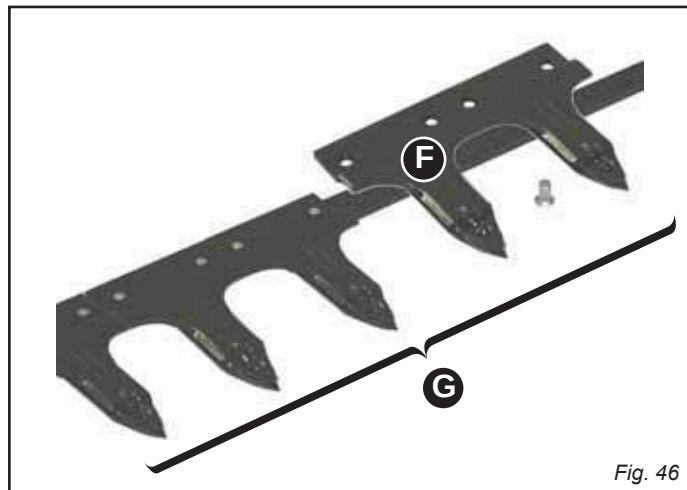

Fig. 46
ÎNLOCUIREA AXULUI PORTA-DINȚI (NITUIT) (G Fig. 46)
ÎNLOCUIREA DINTELUI (NITUIT) (F Fig. 46)
- Așezați un nou dinte fixându-l cu niturile corespunzătoare (F, Fig. 46).